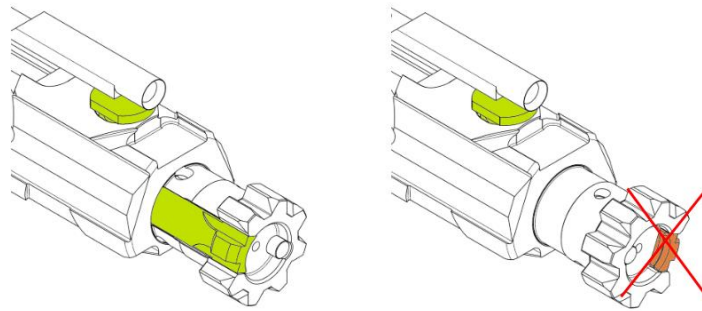

Рисунок 18. Положення затвора при збиранні з затворною рамою
2) **Зібрати затворну раму і затвор**, для чого помістити затвор у затворну раму таким чином, щоб викидач затвора був направлений у бік екстракційного вікна (рис.18). В такому положенні отвір затвора під палець затвора співпадатиме з копірним пазом затворної рами й дозволить встановити палець затвора.